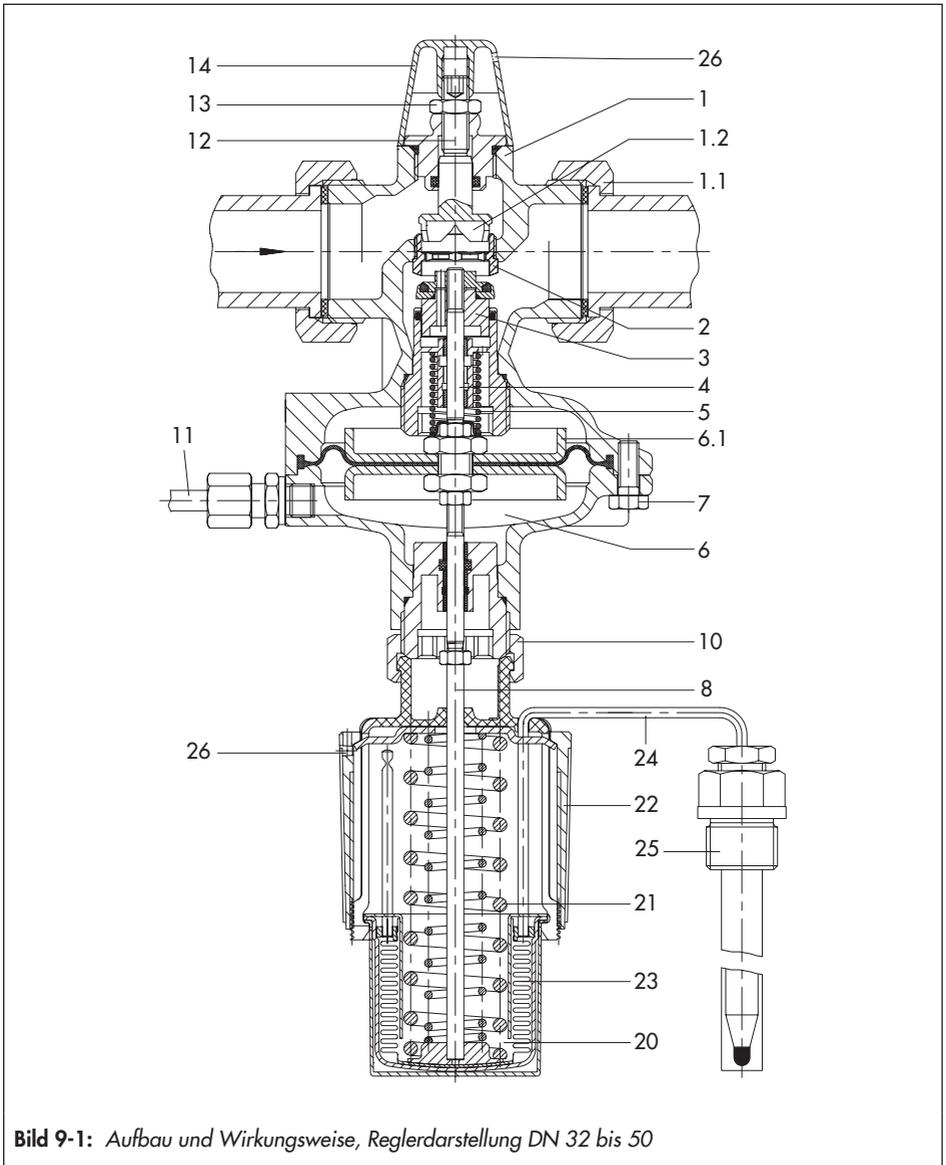
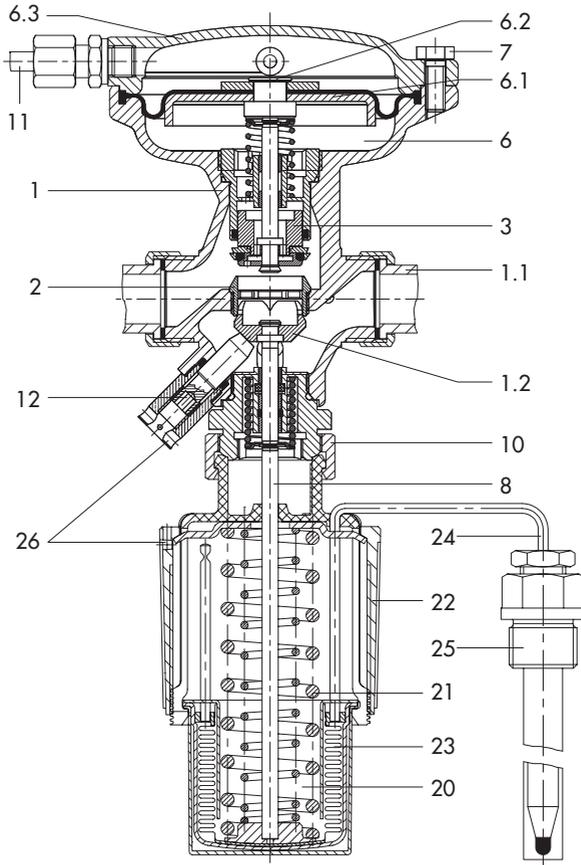

Bild 9-1: Aufbau und Wirkungsweise, Reglerdarstellung DN 32 bis 50
Bild 9-2: Aufbau und Wirkungsweise, Reglerdarstellung DN 15 bis 25
Legende zu Bild 9-1 und Bild 9-2
- Vgl. Bild 9-1 und Bild 9-2